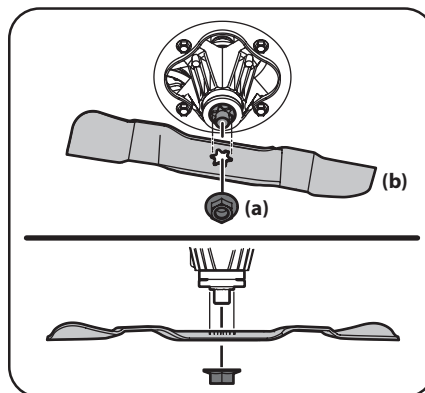

Figura 4-6
3. Una la manguera con el pico de lavado al puerto de agua que se encuentra en la superficie de la plataforma. Vea la Figura 4-6.